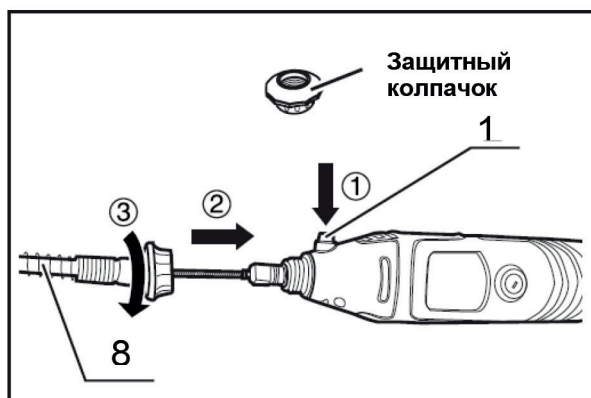

Рис.4
- 1.Открутите защитный колпачок (рис. 4) с инструмента.
- 3.Нажмите и удерживайте кнопку блокировки шпинделя (1).